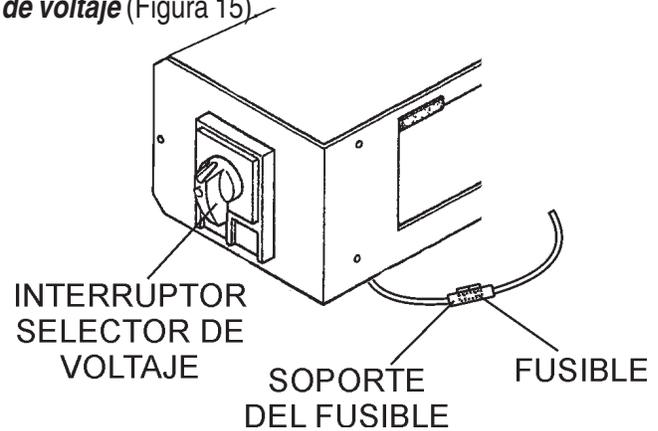

Figura 15. Fusible del ventilador
Esta unidad tiene un ventilador de entrada localizado en la parte trasera de la máquina para sacar el aire dentro del gabinete para enfriar el motor. El ventilador tiene un fusible de 10 amp AC localizado debajo del **interruptor selector de voltaje** (Figura 15)
Un rango amplio de voltajes está disponible para suministrar voltaje para diferentes aplicaciones. Los voltajes son seleccionados usando el interruptor **selector de voltaje** (Figura 15). Para obtener algunos de los voltajes como se listan en la Tabla 6 (vea abajo) requerirá un ligero ajuste en **la perilla del control regulador de voltaje** (VR) localizado en el panel de control.